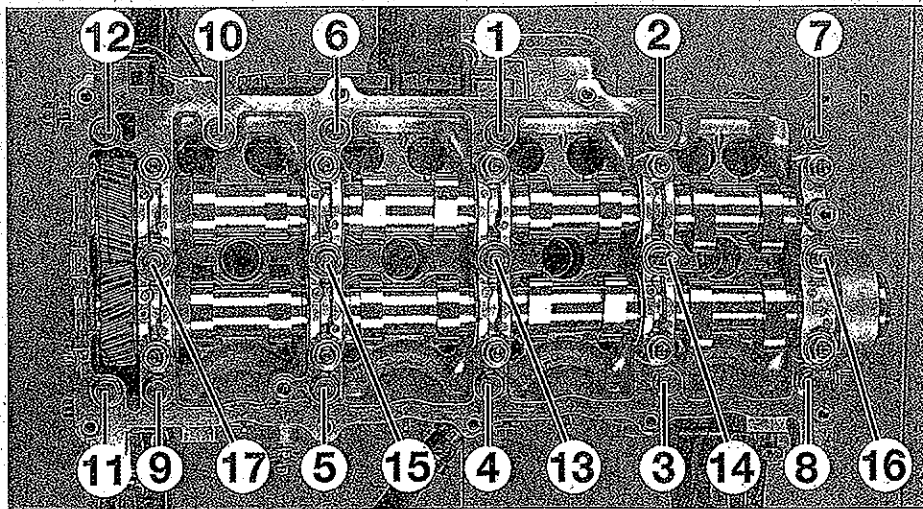

FIG. 32
- Colocar el cárter de ejes de levas en la culata y apretar en el orden y al par de apriete prescritos los tornillos de cárter de eje de levas (fig. 32).